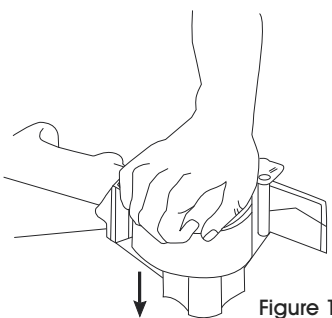

Figure 1
1. Place dispenser on flat surface. Push tape roll fully onto tape wheel. Be sure tape unwinds with sticky side down. (See Figure 1)
- Déposez le dévidoir sur une surface plane. Installez le rouleau de ruban adhésif sur la roue du ruban en poussant celui-ci vers le bas. Assurez-vous que le côté adhésif du ruban est orienté vers le bas en déroulant. (Voir Figure 1)